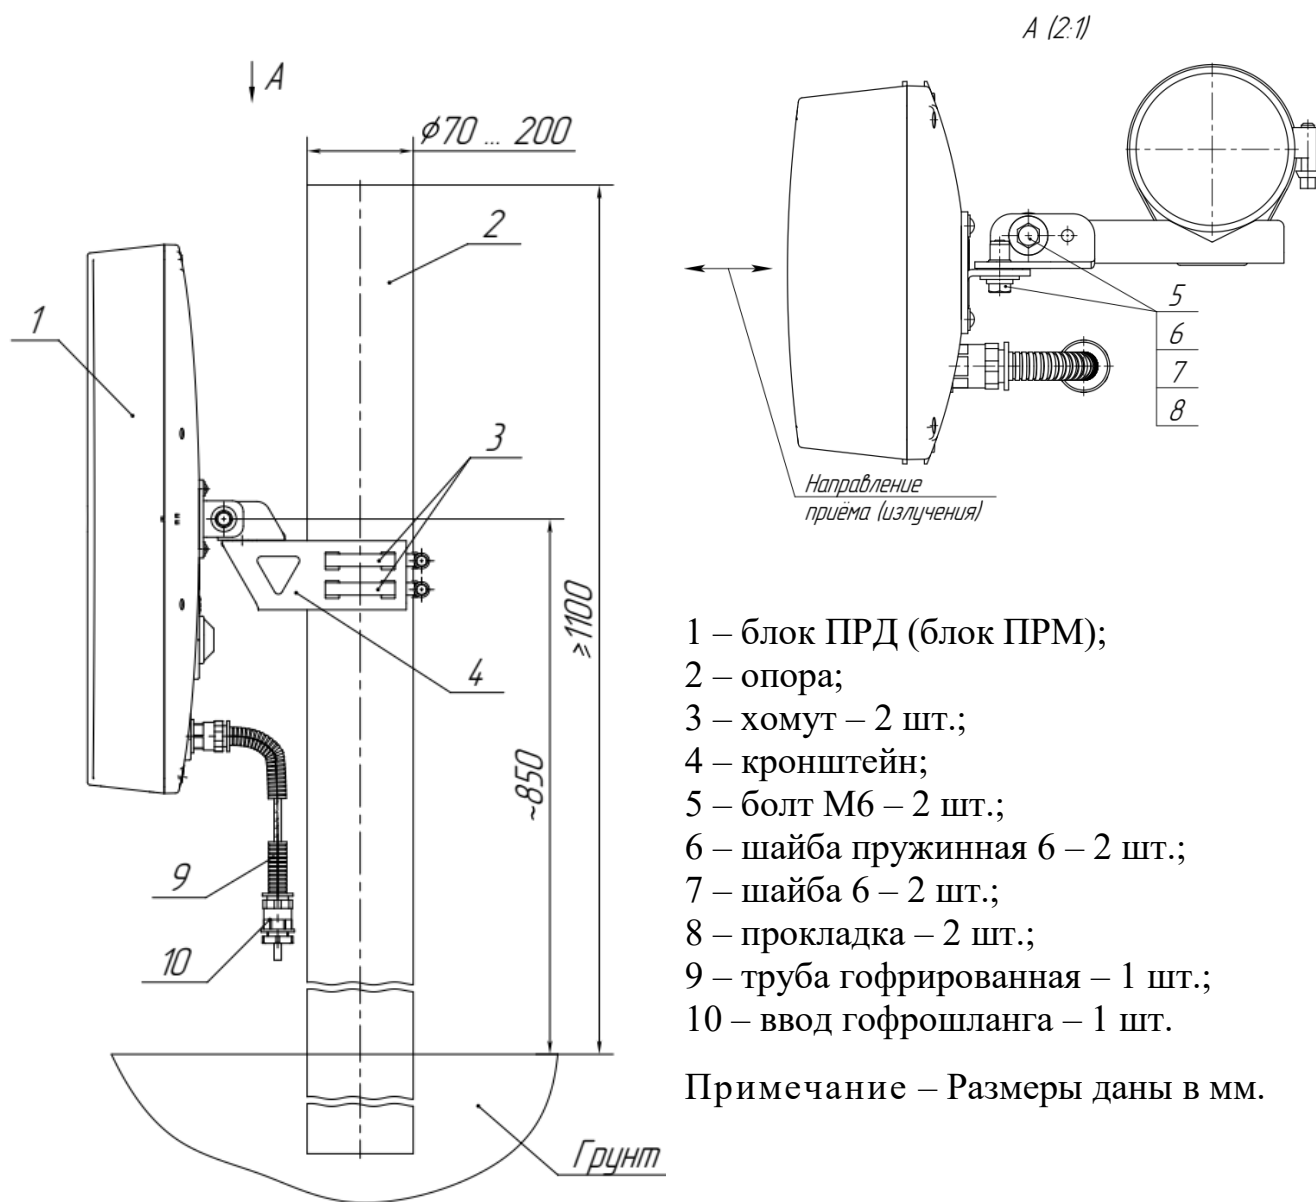

Рисунок 2.5 – Установка блока ПРД (блока ПРМ) извещателей «ФОРТЕЗА-М300-Bluetooth», «ФОРТЕЗА-М500-Bluetooth» на опоре
2.3.4.3 Установка блока ПРД (блока ПРМ) на кронштейне поз.4 (рисунок 2.5), состоящего из швеллера 2 и уголка 3, показана на рисунке 2.6.
затянуть болты поз.5 извещателей «ФОРТЕЗА-M300-Bluetooth», «ФОРТЕЗА-M500-Bluetooth» (см. рисунок 2.5).